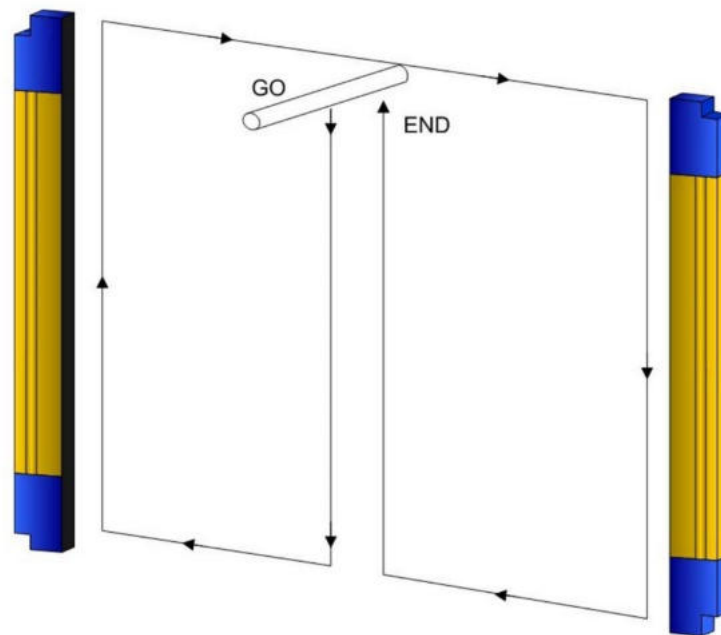

Fig 20 - Path of the test piece
- L'ESPE rimanga in stato di SICUREZZA, e intercetti i raggi lungo la zona protetta utilizzando l'apposito test piece (TP-14 o TP-30), secondo lo schema di **Fig 20 - page 24**.